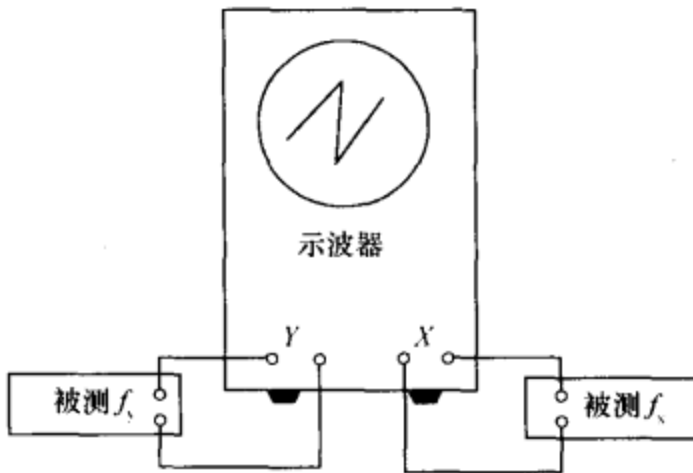

图 3-41 李沙育波形法连接简图
(1)用李沙育图形法测量频率。将已知频率信号(标准信号)加至示波器 X 轴输入端,将被测频率信号加至 Y 轴输入端,调节 X 轴、Y 轴增益,屏幕上将会出现大小适中的李沙育图形。其测量接线简图如图 3-41 所示。